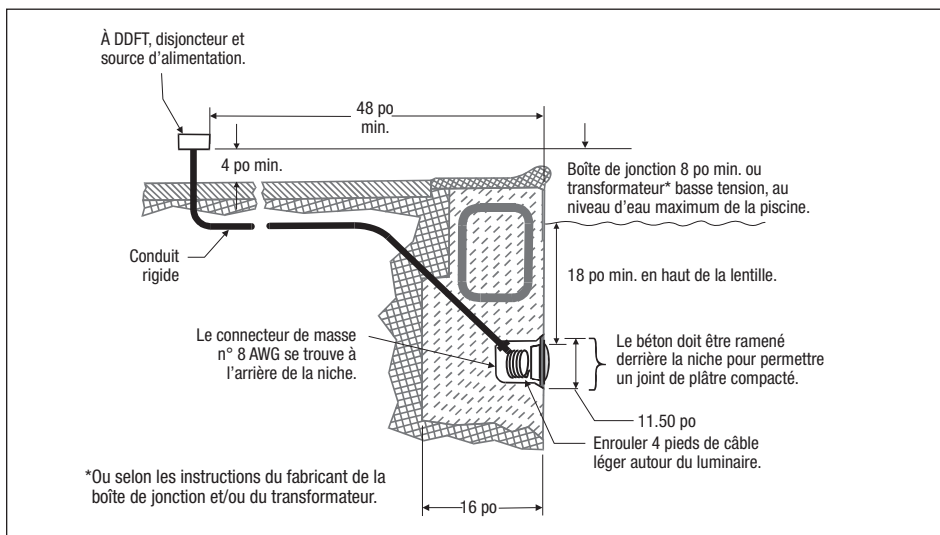

Figure 1. Installation du luminaire à DEL Jandy
**REMARQUE :** L'électricien doit exécuter des étapes préparatoires avant d'installer le luminaire. Voir *Figure 1*.
de la piscine, ou selon les instructions du fabricant de la boîte de jonction et/ou du transformateur. Voir *Figure 1*.
- La lampe et tous les composants métalliques qui se trouvent dans un rayon de cinq (5) pieds (1,5 m) de la piscine ou du spa doivent être correctement mis à la terre électriquement et ce, à un point de terre fiable.
- La niche immergée doit être installée correctement de manière à ce que le bord supérieur du verre de protection de la lampe immergée soit situé à au moins 18 pouces (45 cm) sous le niveau de l'eau de la piscine. Voir *Figure 1*.
- La niche immergée doit être correctement reliée à la terre via une cosse de mise à la terre No. 8 AWG située à l'arrière de la niche. Voir *Figure 1*.
1. Faire passer le cordon dans le conduit à la boîte de jonction, en laissant au moins quatre (4) pieds de cordon à l'appareil à enrouler dans la niche du luminaire, voir *Figure 1*. Les quatre (4) pieds de cordon permettent de faire l'entretien du luminaire une fois que la piscine est remplie d'eau.
2. Couper le cordon à la boîte de jonction, en laissant au moins six (6) pouces de cordon pour faire les connexions.
3. Dénuder six (6) pouces de la gaine du cordon pour exposer les trois fils isolés. *Faire attention à ne pas endommager l'isolation sur les trois (3) fils intérieurs.*
4. Installer le dispositif anti-traction sur la gaine du cordon et connecter les trois (3) fils aux fils du circuit correspondant dans la boîte de jonction. Installer le couvercle de la boîte de jonction.
2. La boîte de jonction (ou, pour les modèles 12 volts, le transformateur basse tension) doit être située à au moins huit (8) pouces au-dessus du niveau de l'eau, à au moins quatre (4) pouces au-dessus du niveau du sol ou de la plage de la piscine, et à au moins 48 pouces du bord de la piscine ou du spa, ou selon les instructions du fabricant de la boîte de jonction et/ou du transformateur. Voir *Figure 1*.
3. Le luminaire et tous les articles en métal à moins de cinq (5) pieds de la piscine doivent être correctement fixés à un point de mise à la terre fiable.
4. La niche humide doit être correctement installée de sorte que le rebord supérieur des lentilles de l'éclairage soit au moins 18 pouces sous la surface de l'eau dans la piscine. Voir *Figure 1*.
5. La niche humide doit être correctement connectée et mise à la terre au moyen d'un connecteur de masse n° 8 AWG se trouvant à l'arrière de la niche. Voir *Figure 1*.
5. Laisser au moins quatre (4) pieds de cordon enroulé dans le luminaire ou dans la base de la niche du luminaire, voir *Figure 1*. Ceci permet de faire l'entretien du luminaire une fois que la piscine est remplie d'eau.
6. Couper le cordon à la boîte de jonction, en laissant au moins six (6) pouces de cordon pour faire les connexions.
7. Dénuder six (6) pouces de la gaine du cordon pour exposer les trois fils isolés. *Faire attention à ne pas endommager l'isolation sur les trois (3) fils intérieurs.*